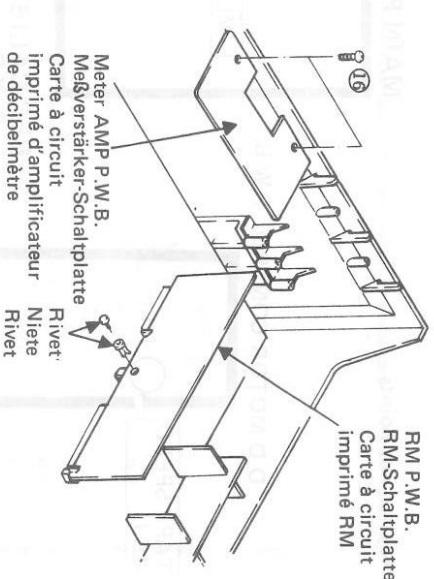

Fig. 6 Abb. 6
- (6) **Meter AMP P.W.B. (Fig. 6)**
- (7) **RM P.W.B. (Fig. 6)**
- (6) **Meßverstärker-Schaltplatte (Abb. 6)**
- (7) **RM-Schaltplatte (Abb. 6)**
- (6) **Carte à circuit imprimé d'amplificateur de décibelmètre (Fig. 6)**
- (7) **Carte à circuit imprimé RM (Fig. 6)**